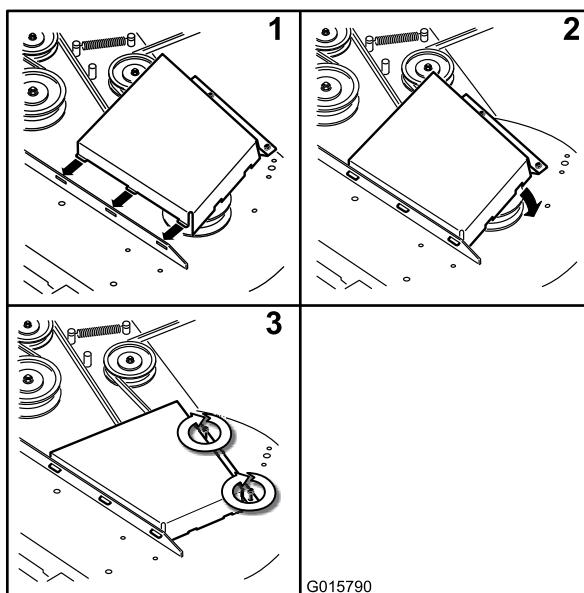

Figura 68
11. Instale las cubiertas de la correa (Figura 68).